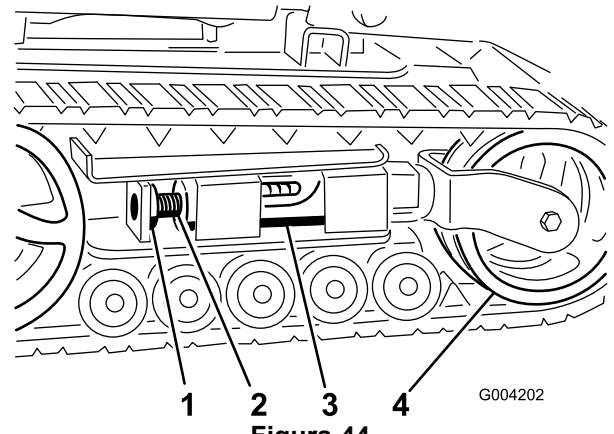
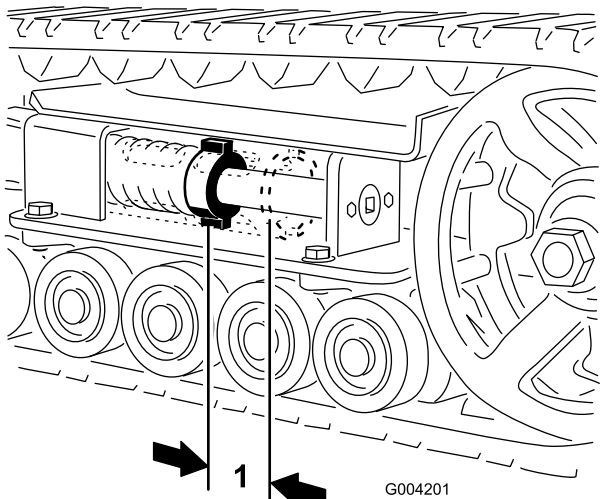
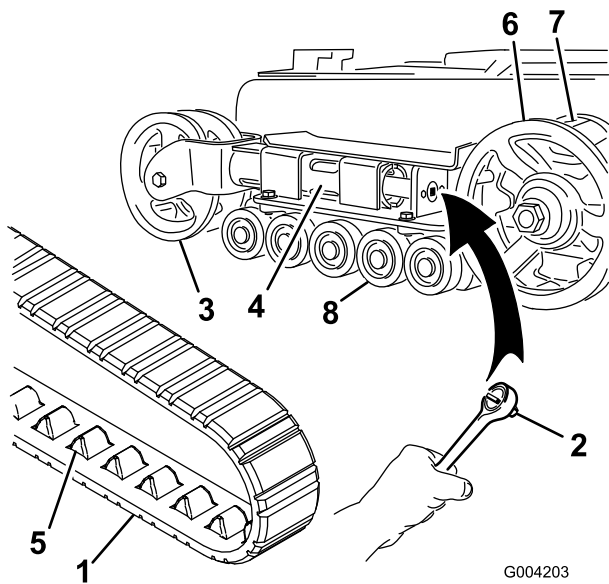
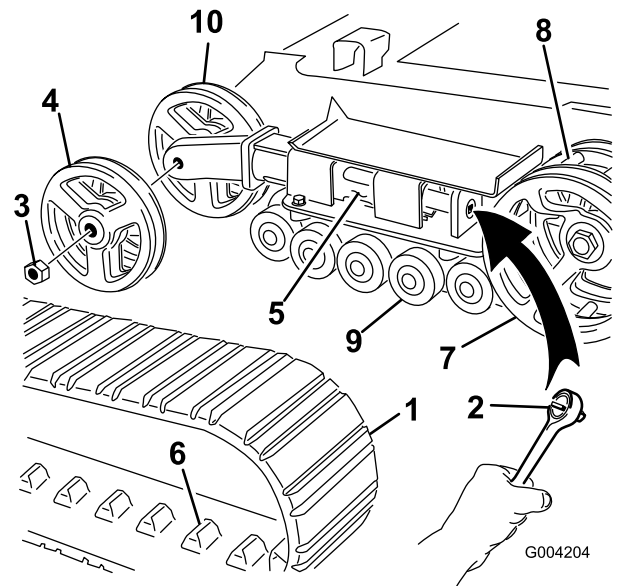

Figura 44
Figura 43
Figura 45
Figura 46
Debe haber una holgura de 7 cm entre la tuerca tensora y la parte de atrás del tubo tensor (Figura 43). Si no es así, ajuste la tensión de las orugas usando el procedimiento siguiente:
3. Retire el perno de bloqueo y la tuerca (Figura 44).
4. Usando una llave de 1/2 pulgada (Figura 45), gire el tornillo tensor en el sentido contrario a las agujas del reloj hasta que la distancia entre la tuerca tensora y la parte de atrás del tubo tensor (Figura 43) sea de 7 cm.
5. Alinee la muesca más próxima del tornillo tensor con el taladro del perno de bloqueo, y fije el tornillo con el perno de bloqueo y la tuerca (Figura 44).
4. Usando una llave de 1/2 pulgada, alivie la tensión en la oruga girando el tornillo tensor en el sentido de las agujas del reloj (Figura 44 y Figura 45).
4. Usando una llave de 1/2 pulgada, alivie la tensión en la oruga girando el tornillo tensor en el sentido de las agujas del reloj (Figura 44 y Figura 46).
5. Empuje la rueda tensora hacia la parte de atrás de la unidad de tracción para mover el tubo de horquilla contra el bastidor (Figura 45). (Si no toca el bastidor, siga girando el tornillo tensor hasta que lo toque.)
7. Cuando haya retirado la oruga de la rueda tensora, retírela de la rueda motriz y de las ruedas de rodaje (Figura 45).
8. Empezando en la rueda motriz, pase la oruga nueva alrededor de dicha rueda, asegurándose de que los dientes de la oruga encajen entre los espaciadores de la rueda (Figura 45).
9. Empuje la oruga por debajo de y entre las ruedas de rodaje (Figura 45).
11. Gire el tornillo tensor en el sentido contrario a las agujas del reloj hasta que la distancia entre la tuerca tensora y la parte de atrás del tubo de horquilla (Figura 43) sea de 7 cm.
5. Empuje la rueda tensora hacia la parte de atrás de la unidad de tracción para mover el tubo tensor contra el bastidor (Figura 46). (Si no toca el bastidor, siga girando el tornillo tensor hasta que lo toque.)
6. Retire la tuerca que fija la rueda tensora exterior y retire la rueda (Figura 46).
7. Retire la oruga (Figura 46).
8. Retire la tuerca que fija la rueda tensora interior y retire la rueda (Figura 46).
12. Instale la rueda tensora interior y fíjela con la tuerca que retiró anteriormente (Figura 46).
14. Instale la oruga nueva, asegurándose de que los dientes de la oruga encajen entre los espaciadores de la rueda motriz (Figura 46).
15. Instale la rueda tensora exterior y fíjela con la tuerca que retiró anteriormente (Figura 46).
17. Gire el tornillo tensor en el sentido contrario a las agujas del reloj hasta que la distancia entre la tuerca tensora y la parte de atrás del tubo tensor (Figura 43) sea de 7 cm.